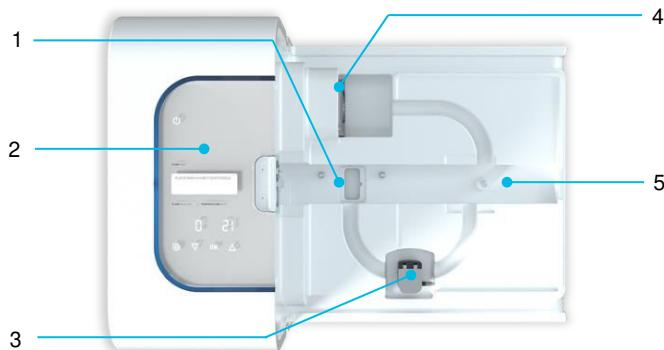

Figure 2 : Vue de dessus du dispositif Kidney Assist Transport sans kit de perfusion ni insert de drainage de l'oxygénateur et réservoirs de glace
- Assurez-vous que l'insert de drainage de l'oxygénateur, qui a été retiré lors du nettoyage, est replacé dans le dispositif avant utilisation (figure 2, élément 1).